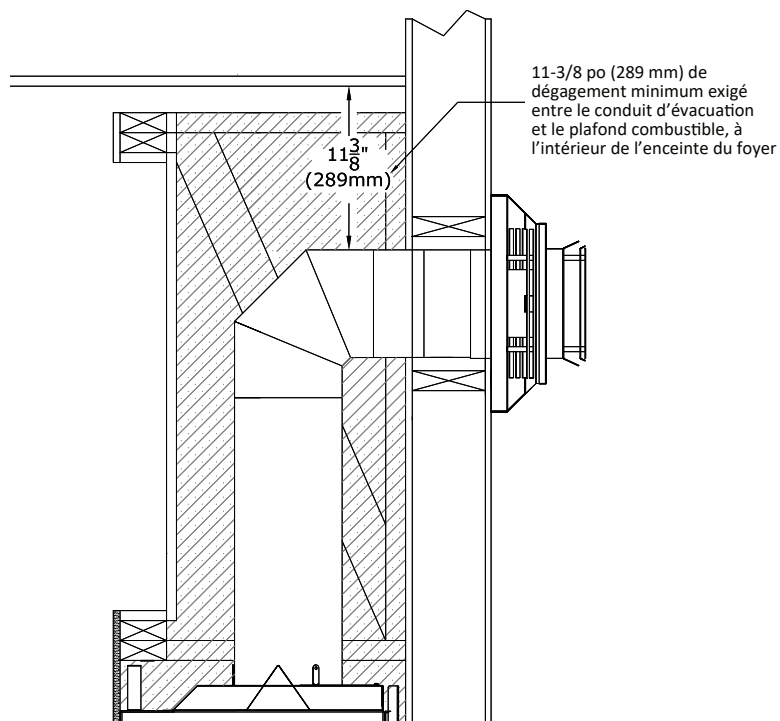
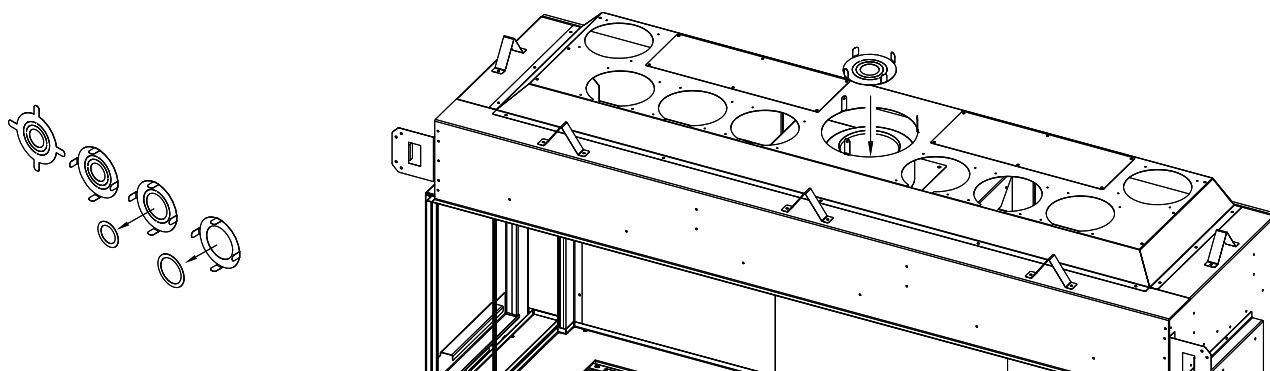

Figure 6.3 - Dégagement du conduit d'évacuation horizontal à l'intérieur de l'enceinte du foyer
Figure 6.4 - Installation de la plaque de restriction
- Tout conduit d'évacuation horizontal à l'intérieur de l'enceinte du foyer doit avoir un dégagement minimum de 11-3/8 po (289 mm) entre le dessus du conduit d'évacuation et le plafond de l'enceinte du foyer. Voir la Figure 6.3.
- La plaque de restriction fournie a tous ses anneaux intérieurs intacts et, une fois installée, elle offre la restriction d'évacuation la plus élevée. Les (2) anneaux préoccupés du centre peuvent être retirés. Pour créer moins de restriction, retirer seulement le premier anneau du centre; pour créer encore moins de restriction, retirer aussi le deuxième anneau du centre.
- Voir la Figure 6.4 pour installer la plaque de restriction avant de raccorder le conduit d'évacuation, ou insérez-la par le plafond de la chambre de combustion du foyer, si le conduit d'évacuation est déjà raccordé. Pour les recommandations d'ajustement d'évacuation par la plaque de restriction, voir la Section 10.2.3, Restriction d'évacuation (après installation).
La Figure 6.3 montre le dégagement minimum à maintenir entre le dessus du conduit d'évacuation horizontal et le plafond combustible, à l'intérieur de l'enceinte du foyer. La Figure 6.4 montre comment installer la plaque de restriction d'évacuation avant l'installation du conduit d'évacuation (voir la Section 6.4).